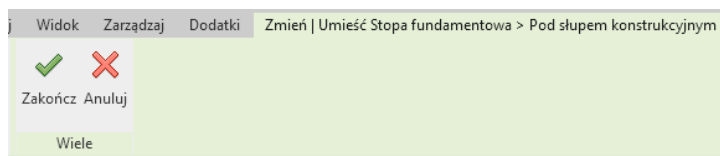

Rys. 11.4 Wygląd wstążki po uruchomieniu narzędzia Stopa i paleta Właściwości dla stopy fundamentowej
Aby wstawić stopę fundamentową, należy wybrać z karty **Konstrukcja** (1) panelu **Fundament** (2) narzędzie **Stopa** (3) (Rys. 11.1). Po jego uruchomieniu pojawi się już dobrze znana karta i pasek zmien, który tym razem będzie określony jako **Zmień | Umieść Stopa fundamentowa** (Rys. 11.4).
Następnie należy wybrać z listy rozwijanej pożądaný typ stopy fundamentowej (Rys. 11.4 pozycja 1), której rodzina domyślnie została nazwana jako **Prostokąt-Podstawy_M**. Jeżeli żaden z wczytanych typów nie jest właściwy dla użytkownika, może on za pomocą przycisku **Edytuj typ** (Rys. 11.4 pozycja 2) otworzyć okno **Właściwości typu** (analogicznie do innych elementów pokazanych wcześniej). Użytkownik znajdzie tam trzy najważniejsze parametry dotyczące wymiaru stopy fundamentowej: **Wysokość fundamentu**, **Szerokość** i **Długość**, które można edytować. Pamiętać należy jednak o zasadzie, że nazwa typu powinna odzwierciedlać parametry w nim zawarte. Jeśli użytkownik chce utworzyć nowy typ, powinien użyć przycisku **Powiel...** i nadać nazwę związaną z wartościami parametrów – jak pokazano na Rys. 11.3.
W palecie **Właściwości** (Rys. 11.4) można określić jeszcze **Poziom** (2) wstawienia, zadać **Odsunięcie pionowe od poziomu odniesienia** (3), zaznaczyć pole wyboru **Przenieś z osiami** (4), nadać **Materiał konstrukcyjny** (5) i **Otuliny** (6) analogicznie do parametrów słupów omówionych wcześniej.
Narzędzie **W słupach** można znaleźć w panelu **Wiele** (Rys. 11.4 pozycja 7). Po kliknięciu narzędzia pojawia się zmodyfikowana karta **Zmień** (Rys. 11.5). Użytkownik może zaznaczyć oknem lub trzymając klawisz **CTRL** kilka słupów naraz (będą podświetlać się na niebiesko) i zatwierdzić operację, klikając **Zakończ**. Po zatwierdzeniu może pojawić się kilka ostrzeżeń. Pierwsze pokazane na Rys. 11.6 oznacza, że elementy wstawiły się w modelu, jednak są poza obszarem widzenia dla danego rzutu, na którym były wstawiane. Ten problem można rozwiązać poprzez modyfikację zakresu widoku opisaną w rozdziale 3. Drugie ostrzeżenie (Rys. 11.7) oznacza, że fundament miał zadane odsunięcie, które powodowało przenikanie się z bryłą słupa i problem został rozwiązany poprzez przeniesienie stopy tak, aby górna jej płaszczyzna licowała się z dolną płaszczyzną słupa.